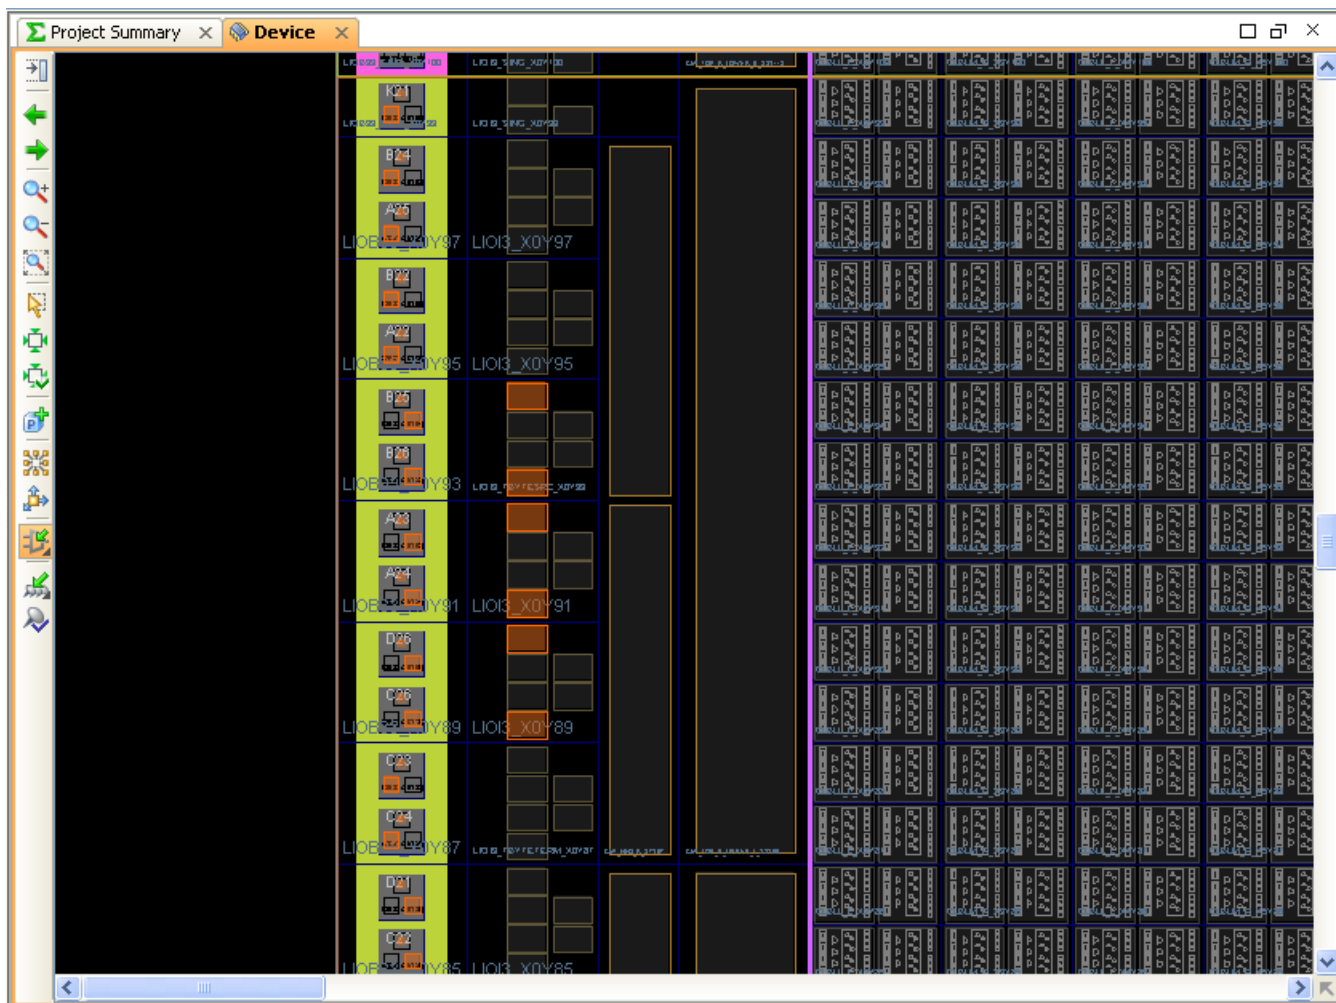

図 4-42 : [Device] ビュー
- [Device] ビューには、FPGA ロジック、クロック領域、I/O パッド、BUFG、DCM、Pblock、インスタンス ロケーション、ネット接続など、FPGA デバイスのリソースが表示されます。特定のロジックを割り当てることができるロケーションは、「サイト」と呼ばれます。図 4-42 に、[Device] ビューを示します。